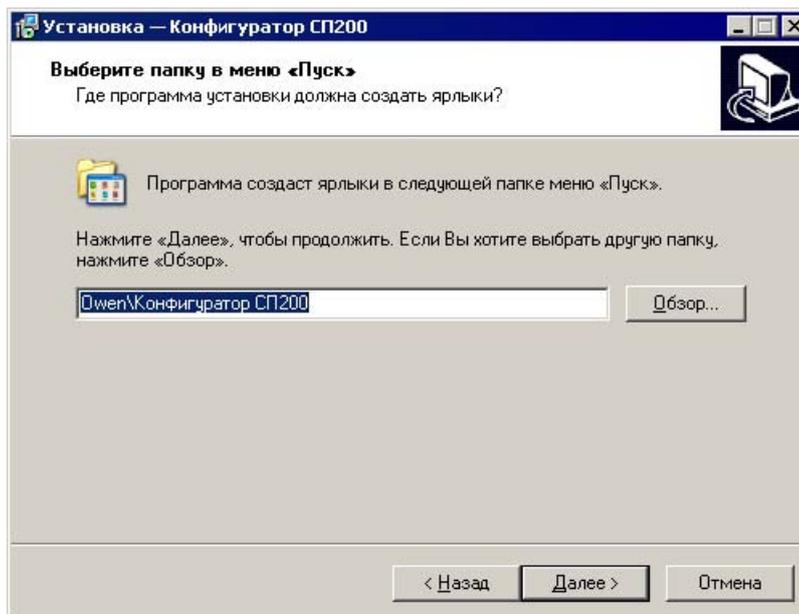

Рисунок 216
3. В третьем окне инсталлятора (см. рис. 216) – ознакомиться с предлагаемым по умолчанию размещением ярлыка устанавливаемой программы в меню «Пуск». При необходимости изменить его следует на-